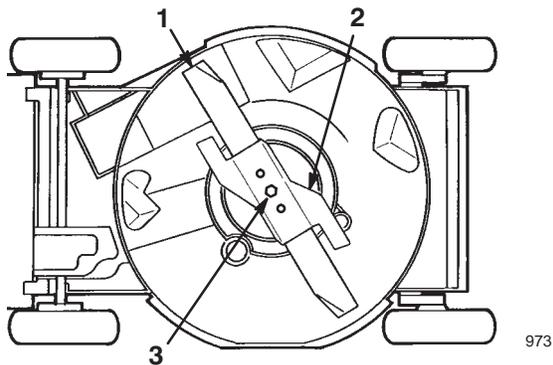

Figure 25
- Basculez la tondeuse sur le côté gauche (filtre à air vers le haut) (Fig. 25).